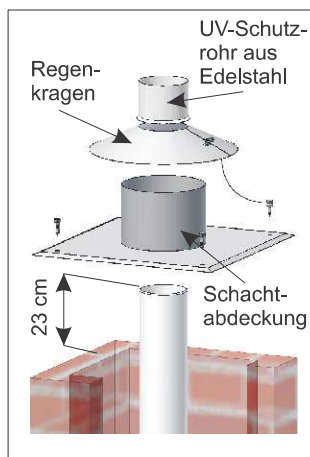

Bild 3
3. Das letzte Rohrelement muss mind. 30 cm über den Schornsteinkopf ragen. Die Rohrmuffe ist anschließend abzutrennen, so dass über den Schacht nur 23 cm Rohr ragen (Bild 3).